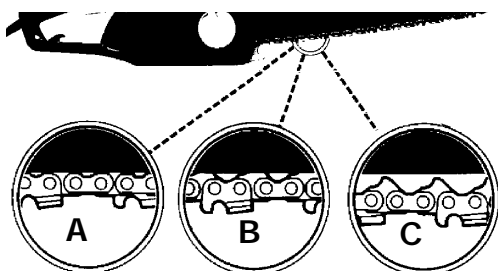

Fig. 22
NOTA: Una cadena y barra nueva requerirán un reajuste después de por lo menos 5 cortes. Esto es normal dentro del periodo de acondicionamiento, y el intervalo dentro de los próximos ajustes se alagará pronto (Fig. 22).
PRECAUCION: Si la cadena de la sierra se encuentra MUY SUELTA o MUY APRETADA, la rueda dentada, barra, cadena y los rodamientos de el cigüeñal se desgastaran mas rápidamente. Estudie la Fig. 22 para información respecto a la tensión fría correcta (A), tensión caliente correcta (B), y como una guía para cuando la cadena de la sierra requiera algún ajuste (C).